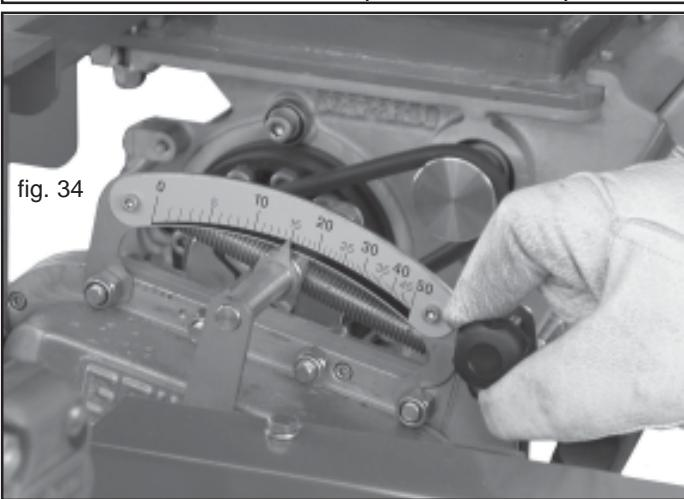

fig. 34
- 6) Allentare la vite di fissaggio posta sulla regolazione del cambio (Fig. 34) ...